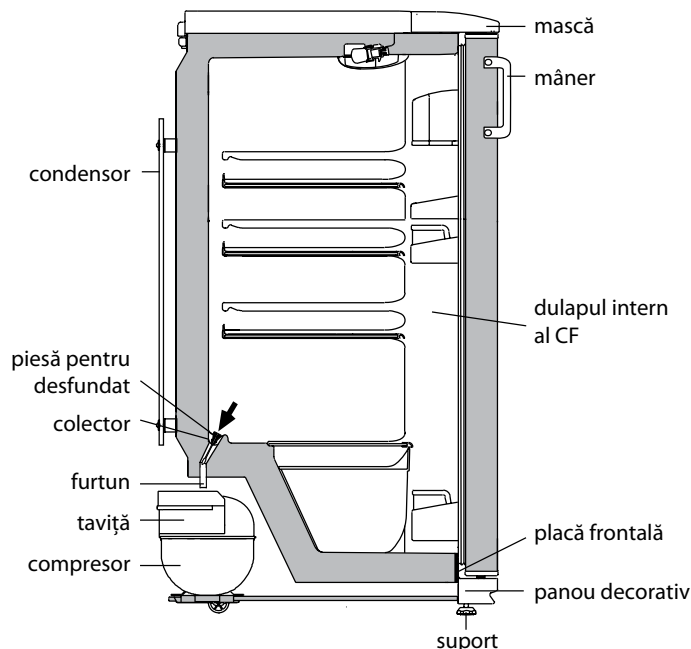

Figura 4 – Schema scurgerii apei rezultate în urma topirii din CF
Picăturile de apă rezultată în urma topirii se scurg în colector, apoi prin gaura acestuia și prin furtun - în tavița de pe compresor, în conformitate cu figura 4 și se evaporă.
Prezența apei în colector indică înfundarea sistemului de drenaj. Eliminarea înfundării folosiți piesa corespunzătoare și curățați gaura colectorului, astfel ca apa să se scurgă liber în taviță, apoi spălați piesa și instalați-o în conformitate cu figura 4.
**SE INTERZICE** să utilizați frigiderul cu sistemul de scurgere înfundat. Apa care a apărut pe fundul CF sau care a ajuns în locul de alăturare a plăcii frontale și a dulapului interior al CF, în conformitate cu figura 4, poate provoca coroziunea dulapului exterior al frigiderului și elementelor agregatului frigorific, defectarea izolației termice, formarea crăpăturilor dulapului interior și defectiunea frigiderului.